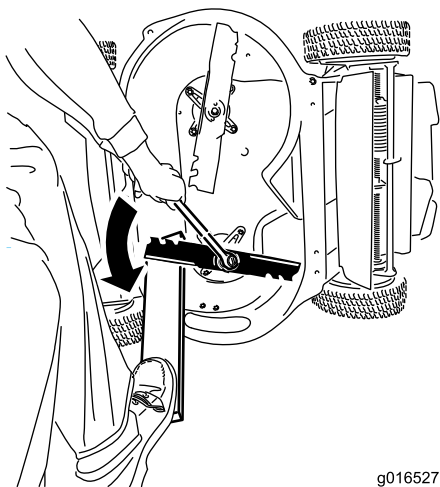

Рисунок 38
1. Используйте деревянную подкладку для неподвижного удерживания каждого ножа и поверните болт крепления ножа против часовой стрелки, как показано на Рисунок 38.